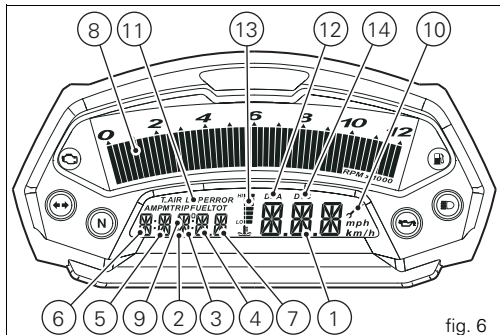

fig. 6
10) SERVICE INDICATOR (fig. 6).
11) LAP FUNCTION (fig. 6).
12) DDA FUNCTION (fig. 6).
13) OIL TEMPERATURE INDICATOR (fig. 6).
14) DUCATI TRACTION CONTROL (DTC) (fig. 6).